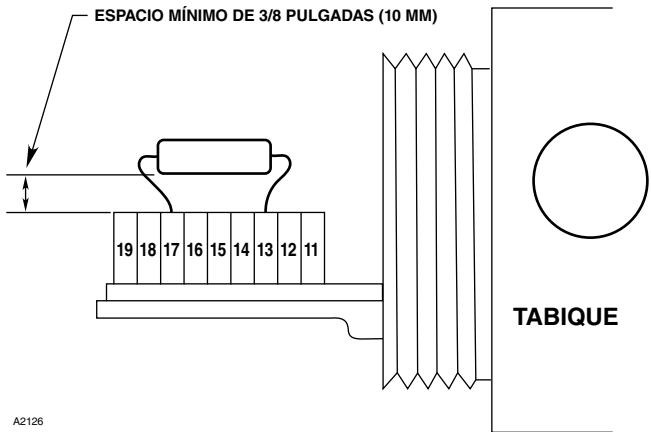

Figura 4: Bloque de terminales del equipo X3301
- La figura 4 muestra la regleta de conexiones de los cables que se encuentra dentro de la caja de conexiones integral del detector.